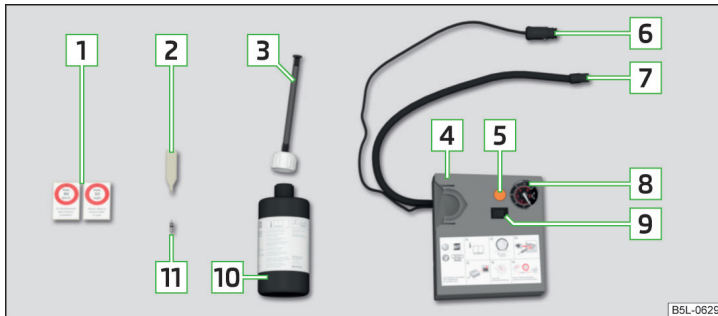

Abb. 236 Pannensetbeschreibung
- Den Ventileinsatzdrehwerk **2** » Abb. 236 auf Seite 210 auf den Ventileinsatz stecken, sodass der Ventileinsatz in den Schlitz des Ventileinsatzdrehers passt.
- Die Flasche **10** » Abb. 236 auf Seite 210 einige Male kräftig hin und her schütteln.
- › Den Reifenfüllschlauch **[7]** » **Abb. 236 auf Seite 210** fest auf das Reifenventil schrauben.
- › Den entsprechenden Aufkleber **[1]** » **Abb. 236 auf Seite 210** auf die Schalttafel im Sichtfeld des Fahrers kleben.